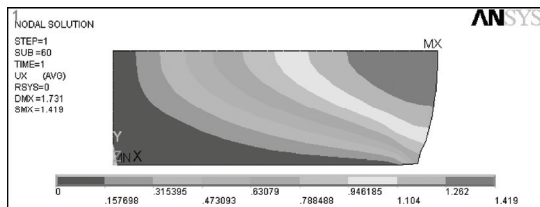

图 5-139 X 方向位移等值线图
3) 选择 Main Menu | General Postproc | Plot Results | Contour Plot | Nodal Solu 命令, 出现 Contour Nodal Solution Data 对话框, 在 Item to be contoured 列表框中选择 Nodal Solution | DOF Solution | X-Component of displacement, 单击 OK 按钮, ANSYS 窗口将显示如图 5-139 所示的 X 方向位移等值线图。